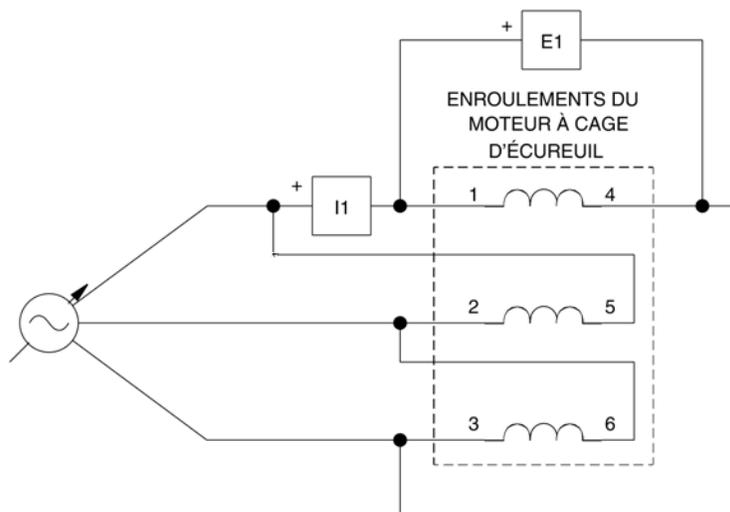

Figure 4-19. Raccordement en triangle des enroulements du stator du module Moteur à cage à quatre pôles.
Dans la première partie de l'expérience, vous allez monter l'équipement dans le Poste de travail et le raccorder comme à la figure 4-19.
- 5. Raccordez l'équipement comme à la figure 4-19.